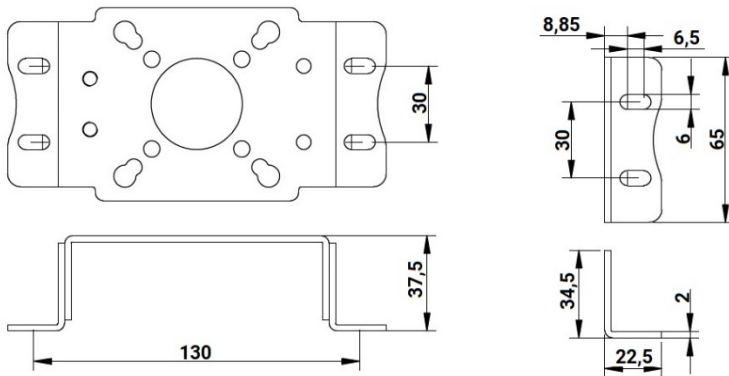

Рисунок 3 – Варианты сборки кронштейна
5.4.1. Соберите установочный кронштейн (см. рис.3).